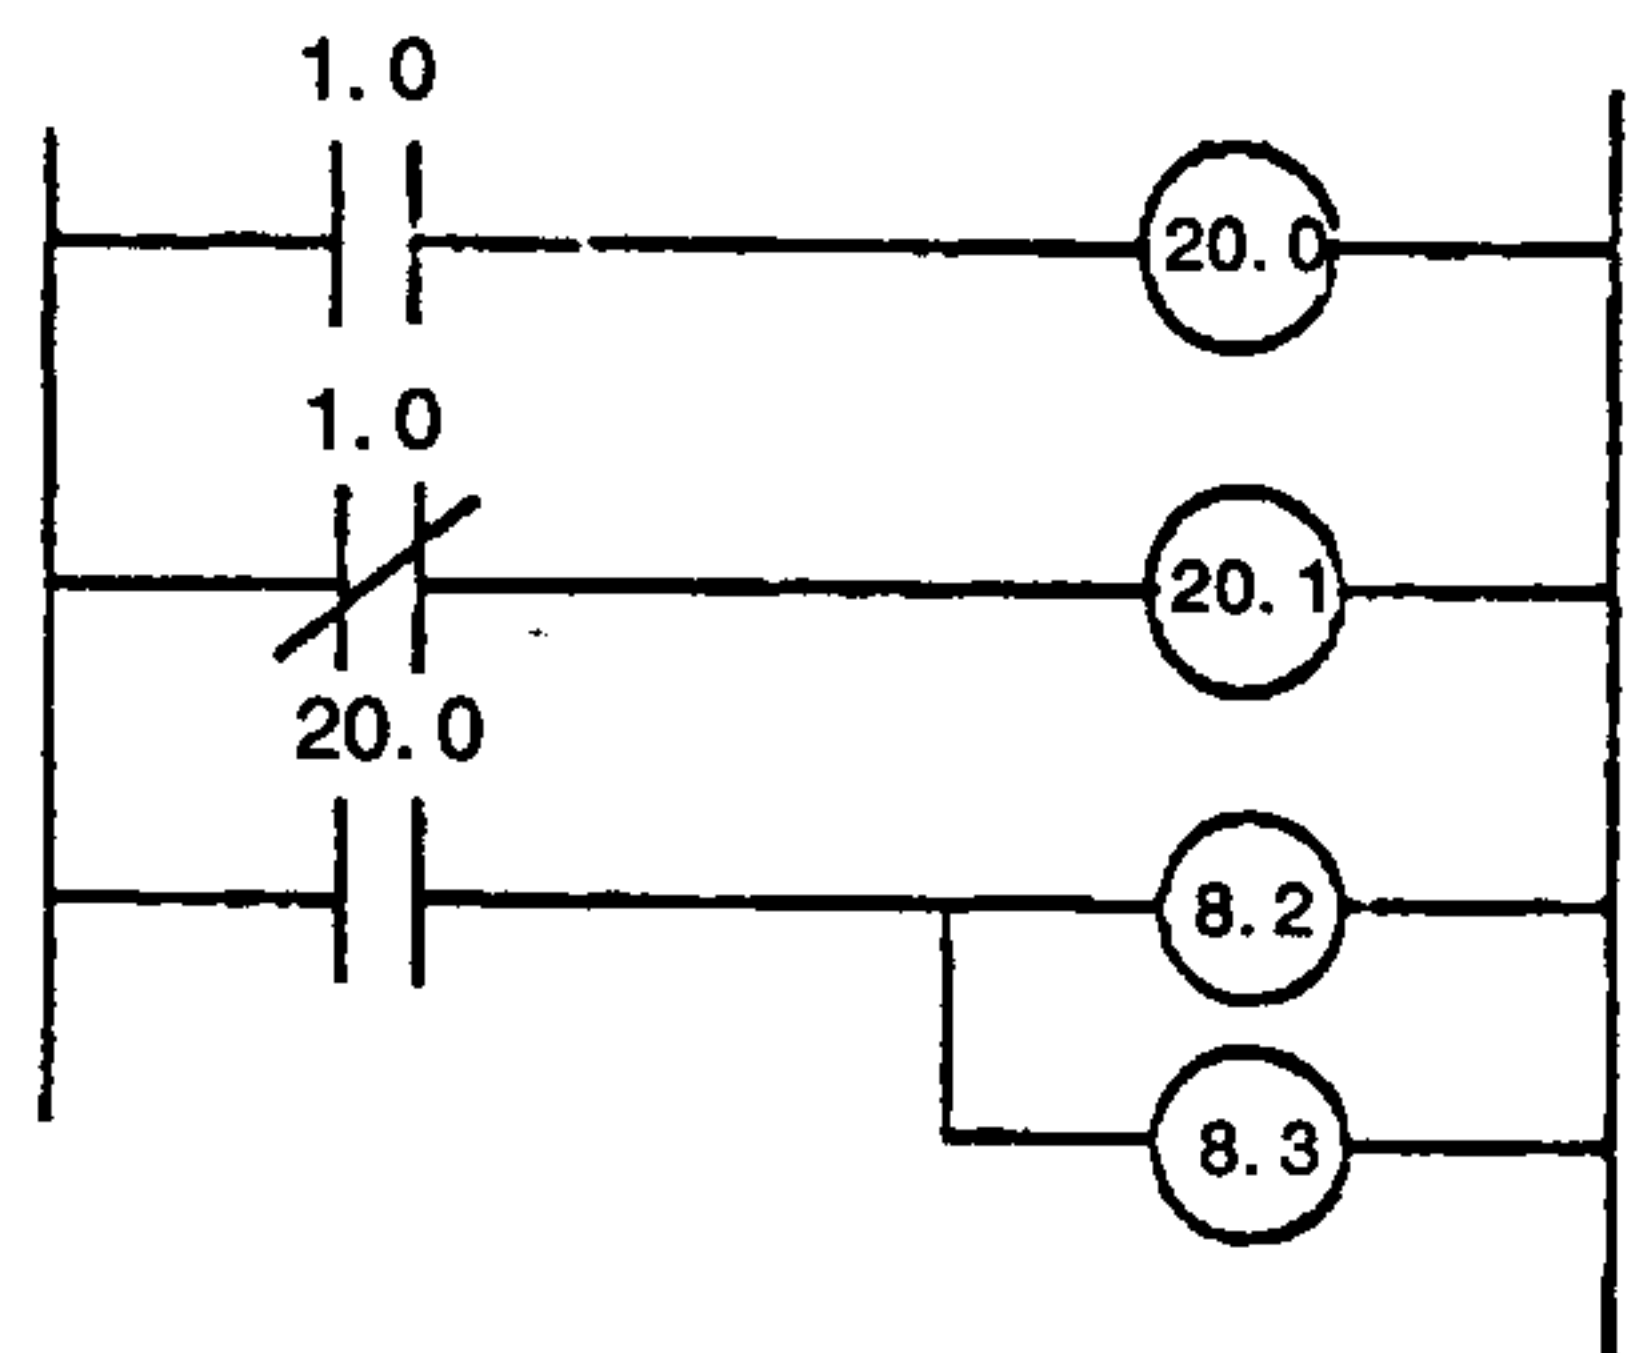

图 2—3
3、如图 2—3 所示, 1.0 为输入继电器, 8.2、8.3 为输出继电器, 20.0、20.1 为辅助继电器。当连接 1.0 继电器的外接开关接通时,也就是输入信号为“1”它的常开触点闭合、常闭点断开。第一电路常开触点 1.0 闭合, 20.0 线圈通电; 第二电路常闭触点 1.0 断开, 20.1 线圈断电; 第三电路由于前面 20.0 线圈已通电, 常开触点 20.0 闭合 8.2、8.3 线圈通电。对 8.2、8.3 的外电路接通, 有输出。当 1.0 开关断开, 第一电路常开触点断开, 20.0 线圈断电, 第二电路常闭触点 1.0 闭合, 20.1 线圈通电, 第三电路由于 20.0 线圈断电, 常开触点 20.0 断开, 8.2、8.3 线圈断电, 对外输出断开。